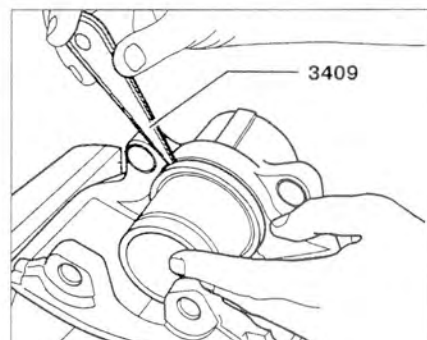

Рис. 8.16. Вставьте внутреннюю уплотнительную кромку в паз цилиндра с помощью щупа 3409.
6. Вставьте внутреннюю уплотнительную кромку в паз цилиндра с помощью щупа 3409 (рис. 8.16).